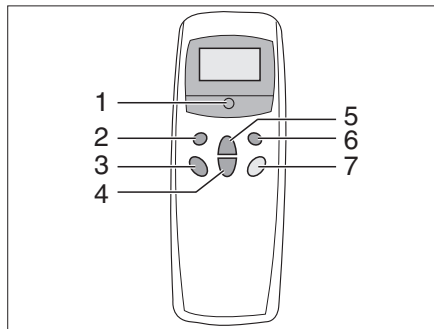

Fig. 222 Télécommande
La climatisation est montée sur le toit du véhicule. La télécommande (Fig. 222) pour la climatisation se trouve dans le coin cuisine.
- Enclencher la télécommande avec l'interrupteur (Fig. 222,5).
- Régler le mode de fonctionnement désiré avec la touche (Fig. 222,1).
- Si nécessaire, régler avec les touches (Fig. 222,3 et 4) la puissance du ventilateur et la température ambiante désirées.
- Pour la mise hors service, appuyer à nouveau sur la touche (Fig. 222,5) de la télécommande.